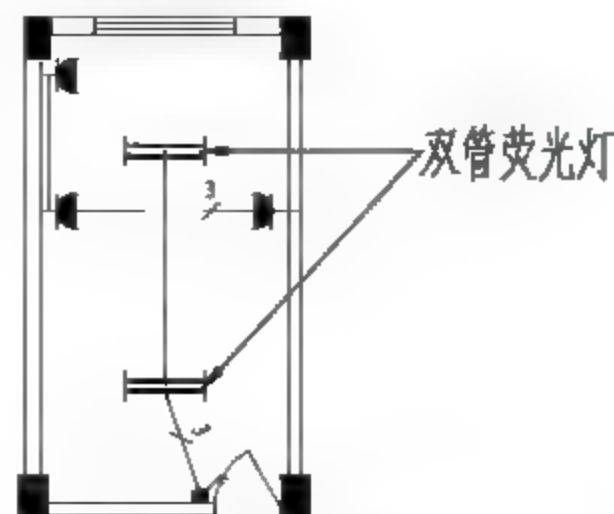

图5-147 添加引线
**03** 移动鼠标，指定引线位置，添加引线的结果如图5-147所示。